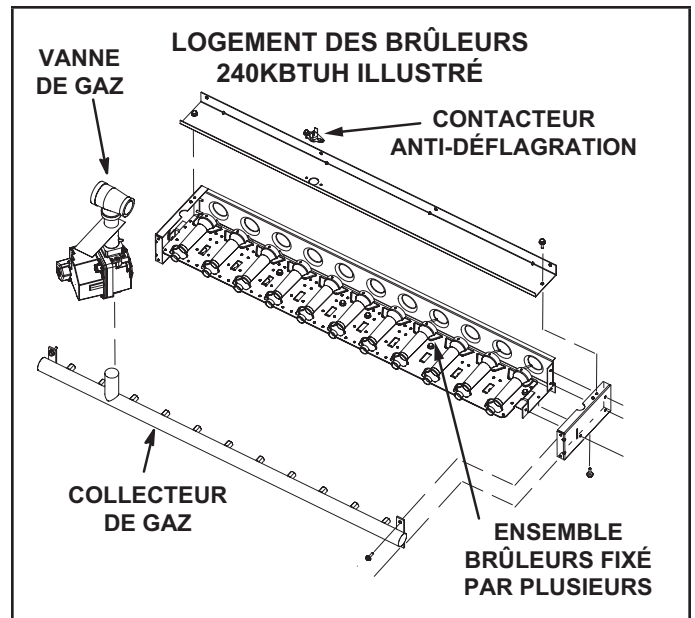

FIGURE 38
- 3 - Retirez les vis qui fixent l'ensemble brûleurs au support des brûleurs et retirez l'ensemble. Reportez-vous à la FIGURE 38. Nettoyez-les au besoin.
Ce contact normalement fermé s'ouvre en cas d'augmentation de la température. Le limiteur de retour de flamme est réglé en usine et ne peut pas être réglé sur place. Reportez-vous à la FIGURE 38.